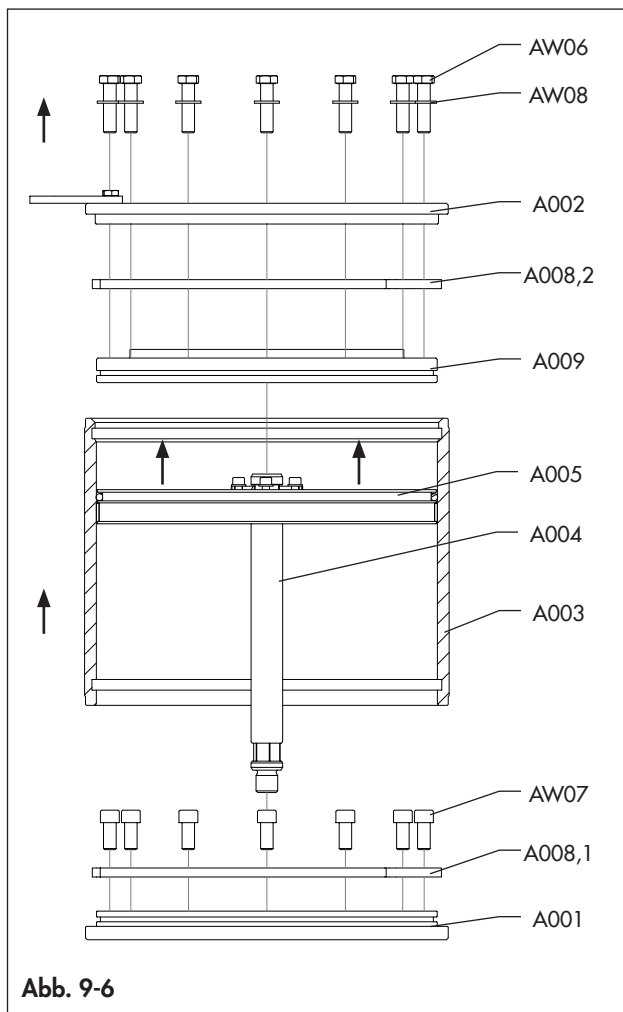

Abb. 9-6
Betreiben Sie das Leistungsmodul in vertikaler Position, wie in Abb. 9-6 gezeigt.
- Drehen Sie die Schrauben (AW06) mit den Unterlegscheiben (AW08) heraus und entfernen Sie den Flansch (A002). (Abb. 9-6)
- Entfernen Sie die Sektorenhalterungen (A008.2) und den Halterungsflansch (A009). (Abb. 9-6)
- Lösen Sie die Schrauben (AW07) und entfernen Sie die Sektorenhalterungen (A008.1) vom Flansch (A001). (Abb. 9-6)
- Heben Sie den Zylinder (A003) mit geeigneten Hebwerkzeugen vom Flansch (A001) ab und entfernen Sie ihn. (Abb. 9-6)